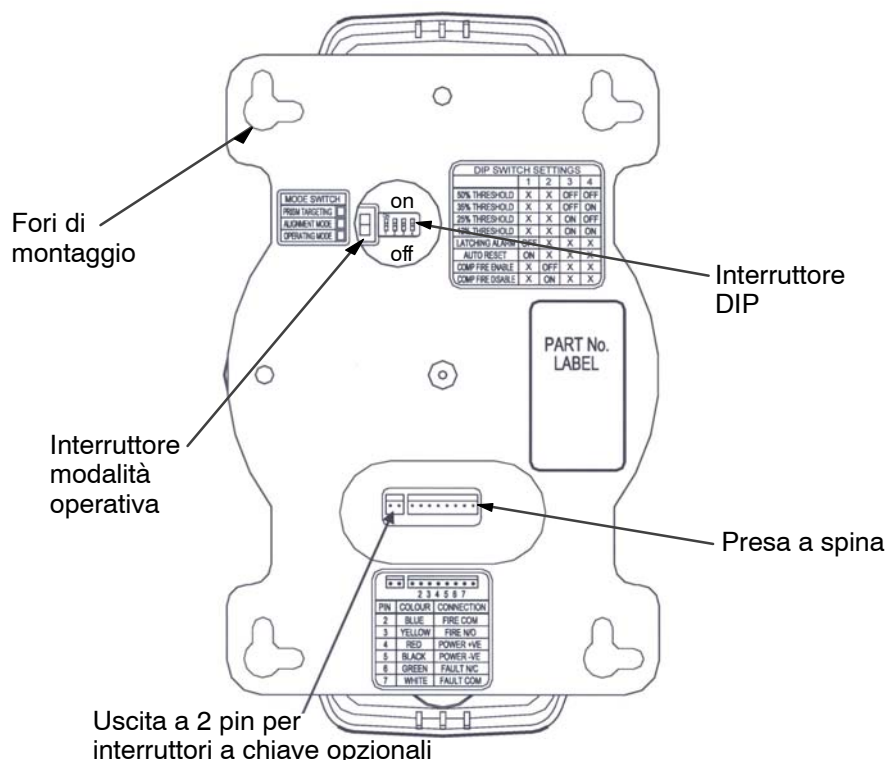

Fig. 3.: Lato opposto del rivelatore con presa a spina, interruttore della modalità operativa e interruttore DIP
- Gli interruttori della modalità di funzionamento, gli interruttori DIP e le morsettiere con presa a spina (ved. Fig. 3.) sono posizionati sulla parte posteriore del rivelatore.
- I fori di montaggio (ved. Fig. 3.), posizionati ad un angolo di 90°, consentono il montaggio verticale oppure orizzontale del rivelatore.
- Avviare la modalità «**Prism Targeting**» spostando l'interruttore della modalità operativa (ved. Fig. 3.) verso l'alto (se il rivelatore è montato in verticale) o verso destra (se il rivelatore è montato in orizzontale).